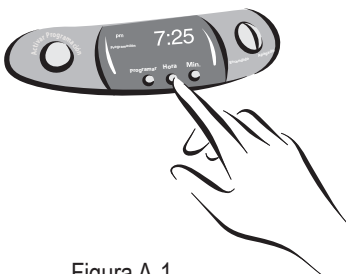

Figura A-1
- 1) Presione y detenga el botón de hora HOUR hasta que en la pantalla del reloj aparezca la hora correcta. Consulte la figura A-1.